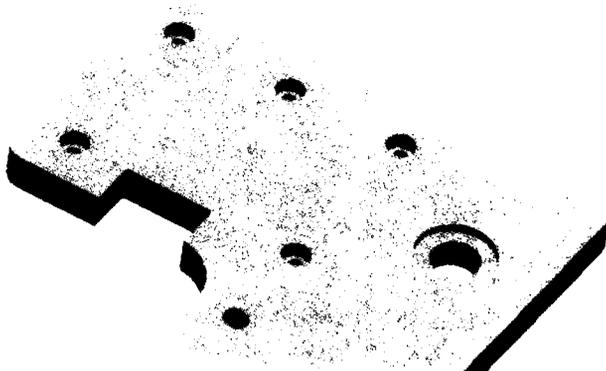

Рис. 7.14. Массив отверстий с одним подавленным элементом
- Щелкните правой кнопкой мыши и выберите **Подавить** в контекстном меню. Результат действия показан на рис. 7.14.
9. Измените на мини-панели тип сопряжения ребра на **Добавить набор сопряжений с переменным радиусом** и щелкните по ребрам, показанным на рис. 7.14.